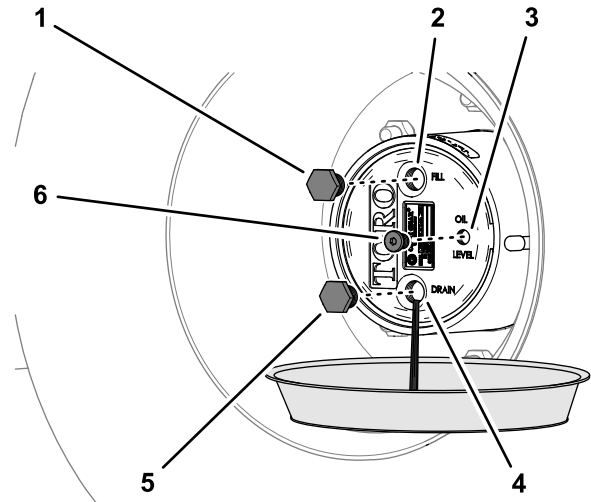

Рисунок 90
2. Установите сливной поддон под ступицу планетарной передачи, снимите пробку сливного отверстия, пробку заливочного отверстия и пробку контрольного отверстия и дайте маслу полностью стечь (Рисунок 90).